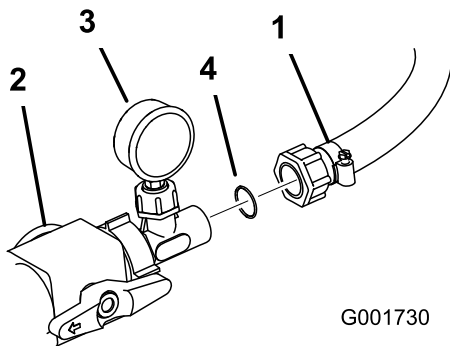

図 17
18. リール・アセンブリに通ずるホースと水圧計アセンブリとの間にプラスチック製の O リングを入れる。ホースをアセンブリに接続する (図 17)。ホースについているプラスチック製ナットを締め付けて、ホースを水圧計アセンブリに固定する。